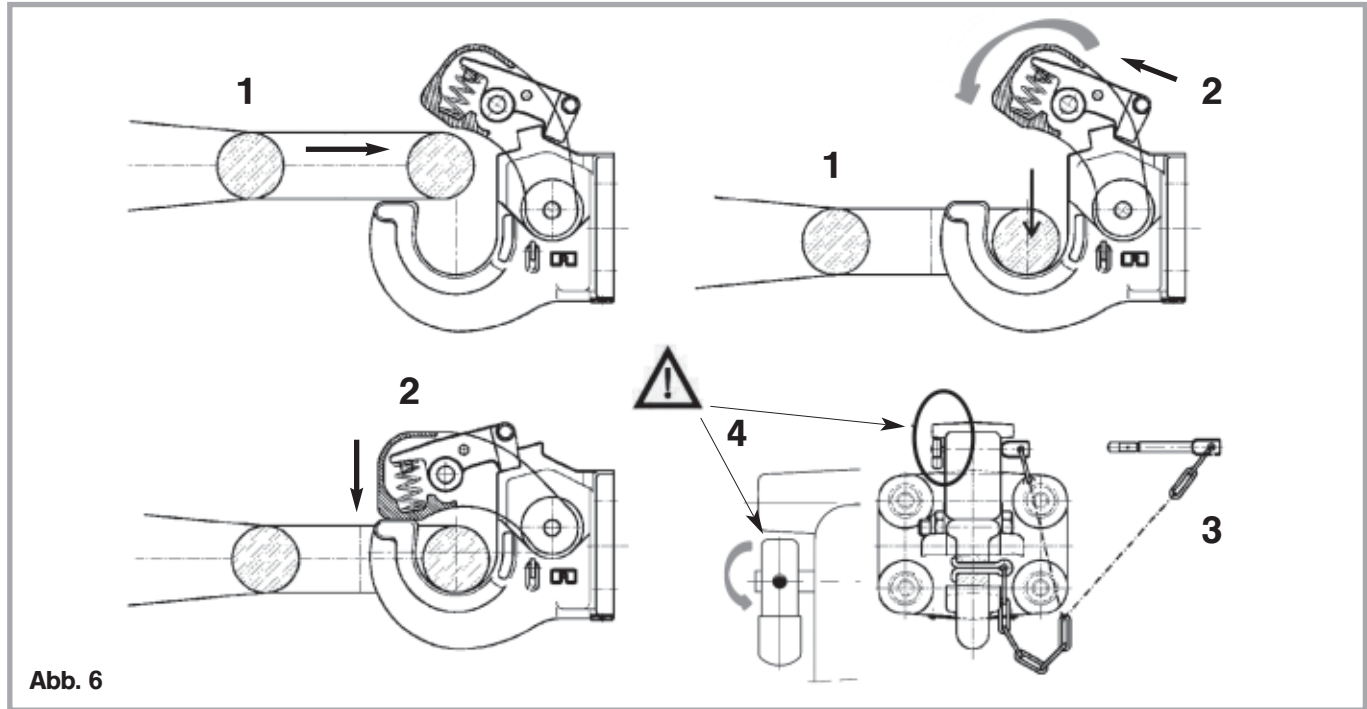

Abb. 6
- 4 Sicherungsstift **Endteil muss abgeklappt sein!** (s. Abb. 6 rechts unten)